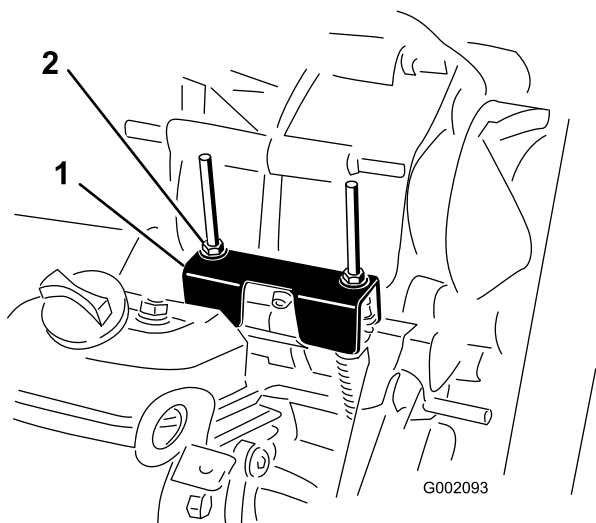

図 67
定期整備を行う時やエンジンの故障診断を行う時には、トランスアクスルをニュートラルにシフトしておく必要があります 図 67。トランスアクスルをニュートラル位置にするにはシフト・レバーを操作します。以下の操作を行って、ニュートラル・シフト・レバーが正常に機能することを確認してください
2. ニュートラルブラケットがニュートラル位置シフトブラケットの下にあるケーブル取り付けブラケットと面一になっていることを確認する 図 67。
3. ロックナットのひとつ図 67を回して、ナットワッシャの底面とニュートラルブラケットとの間のすきまが 0.76 - 1.52 mm になるように調整する。